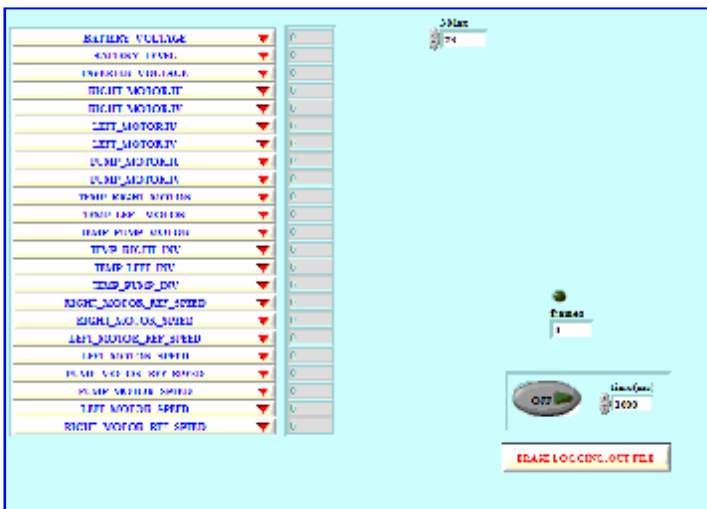

图39a: 数据日志菜单（最大个数=23）
1. 选择**最大个数**（图39a），您想保存的变量个数。